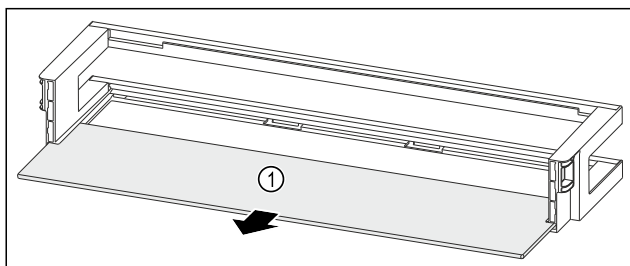

Fig. 89 Oviteline säilytyshyllyn kanssa
- ▶ Ota säilytyshyllly Fig. 89 (1) pois.